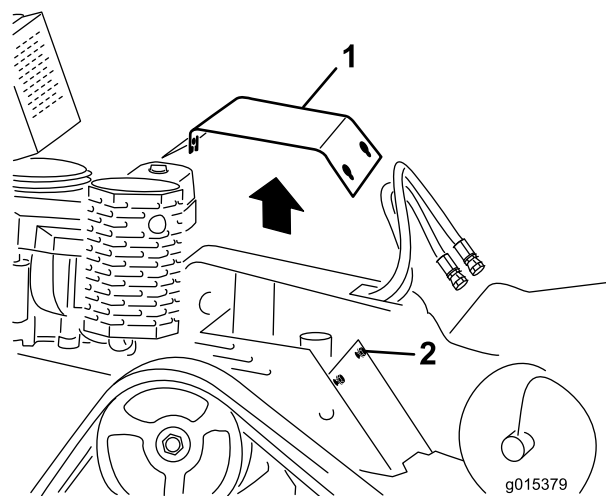

Рисунок 8
- А. Ослабьте один задний болт (3/8 x 1 дюйм) и два передних болта (3/8 x 1-1/2 дюйма), которые крепят верхнюю плоскую крышку к машине, и снимите крышку (Рисунок 8).
Е. Установите верхнюю плоскую крышку на машину (Рисунок 8) и затяните три болта (диаметром 3/8 дюйма) с моментом от 38 до 45 Н·м.